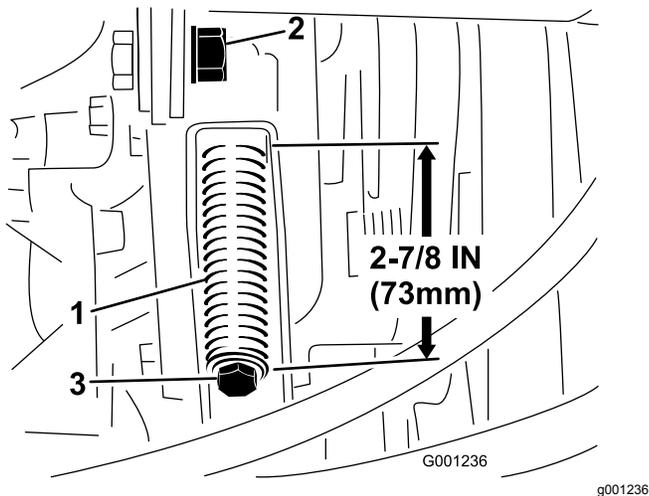

Figura 75
3. Afloje la contratuerca de la varilla tensora (Figura 75).
4. Utilice una llave de ½" para apretar o aflojar el muelle tensor de la correa (Figura 75). Ajuste el muelle a una longitud de 273 mm.
4. Utilizando una llave de ½", afloje completamente el muelle tensor de la correa (Figura 75).
6. Instale la nueva correa de la TDF y tense el muelle de la polea hasta que tenga una longitud de 73 mm (Figura 75).
7. Apriete la contratuerca (Figura 75) y cierre el capó.